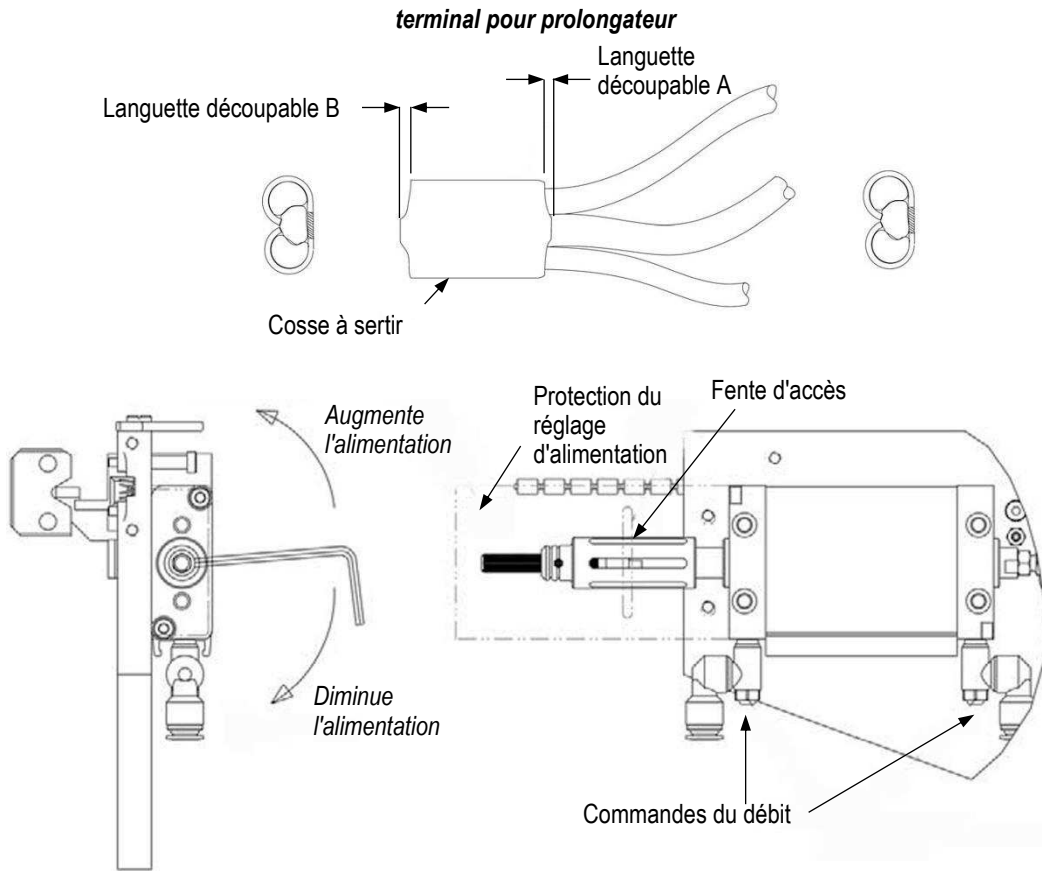

Figure 20
2. Insérer une clé hexagonale de 3 mm ou un tournevis de taille similaire dans la fente d'accès de la protection d'alimentation arrière et dans une fente de la roue de réglage (voir Figure 20).
3. Tourner la roue de réglage dans la direction souhaitée pour augmenter ou diminuer la distance d'alimentation (voir Figure 20).